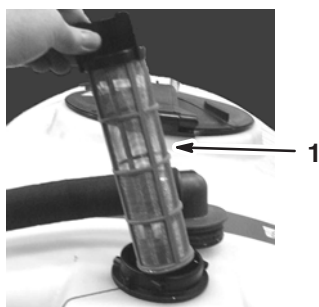

Bild 56
4. Ziehen Sie das Saugsieb aus dem Loch (Bild 56).